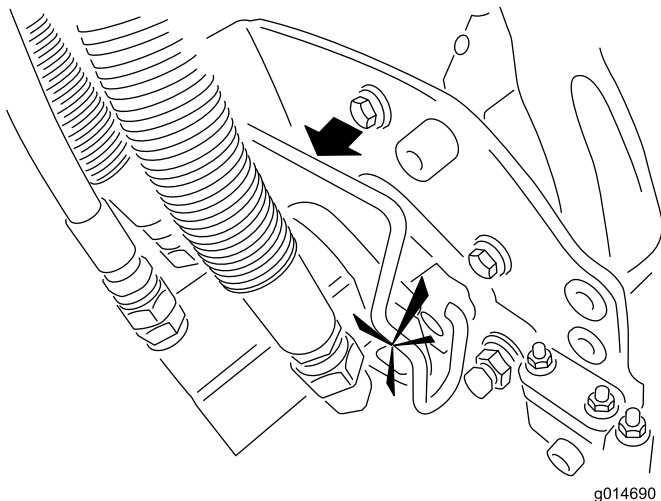

Bild 34
5. Schmieren Sie Keilwelle des Mähwerkmotors mit sauberem Schmiermittel ein (Bild 34).
6. Setzen Sie den Motor in die linke Seite des Mähwerks (aus Sicht der Bedienerstellung) und ziehen Sie die Motorbefestigungsstange am Mähwerk zum Motor, bis Sie einen deutlichen Klicken von beiden Seiten des Motors hören (Bild 34).